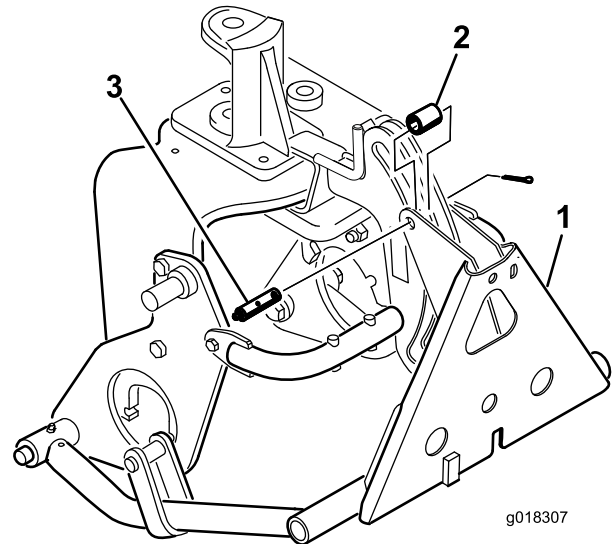

Figure 12
3. Montez le haut du corps du vérin hydraulique sur la goupille. de la plaque de support droite avec une bague de retenue (Figure 12). Les orifices hydrauliques du vérin doivent être positionnés vers l'avant.
4. Montez la tige de vérin sur les fixations des bras de poussée avec une goupille et 2 bagues de retenue (Figure 12).